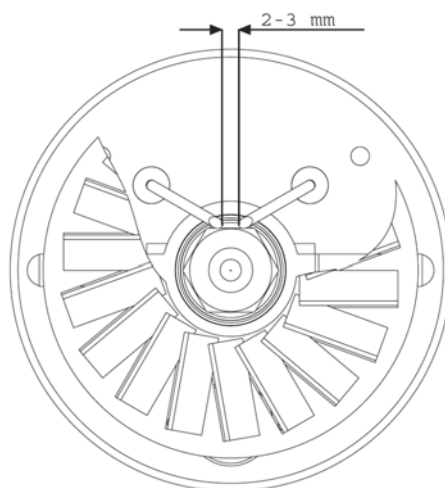

Fig. 2
- desmontar el quemador y limpiar sus partes, limpiar los electrodos y ajustar su distancia al valor indicado en la Fig. 2.
<ul style="list-style-type: none"> • Controlar la posición de los electrodos y su distancia según elesquema Fig. 2